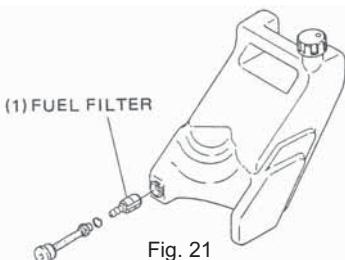

Fig. 21
- a. Clean as necessary. After all fuel drained from tank, gently pry out fuel filter with minus driver and wash it thoroughly in gasoline. After washing push it into the same place as before. (Fig.21)
- a. Reinigen Sie diesen Filter je nach Notwendigkeit. Nach Ausleeren des ganzen Kraftstoffes aus dem Benzintank, den Kraftstofffilter mit einem Schraubenzieher leicht hochheben und den Filter sorgfältig mit Benzin auswaschen. Anschließend an denselben Platz schieben wie vorher (Abbildung 21).